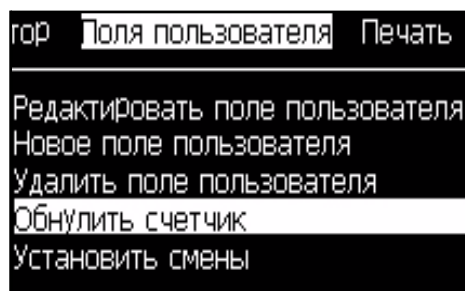

Рисунок 5-30: Выберите счетчик для сброса показаний
- 2 Выберите опцию “Reset Counter” (сбросить показания счетчика) (смотрите Рисунок 5-30).